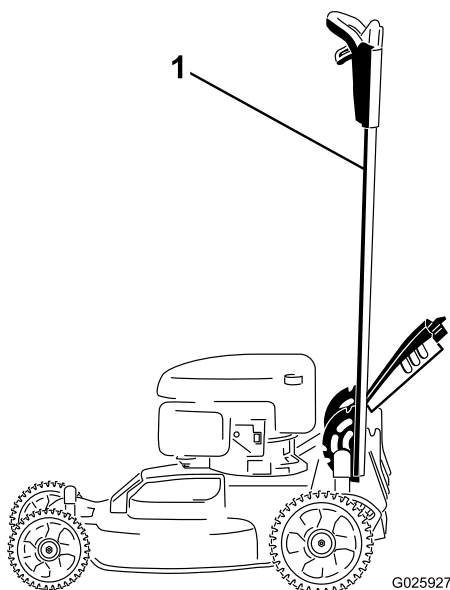

Figure 37
1. Verrouillez le guidon en position verticale (Figure 37); voir Réglage de la hauteur du guidon (page 13).